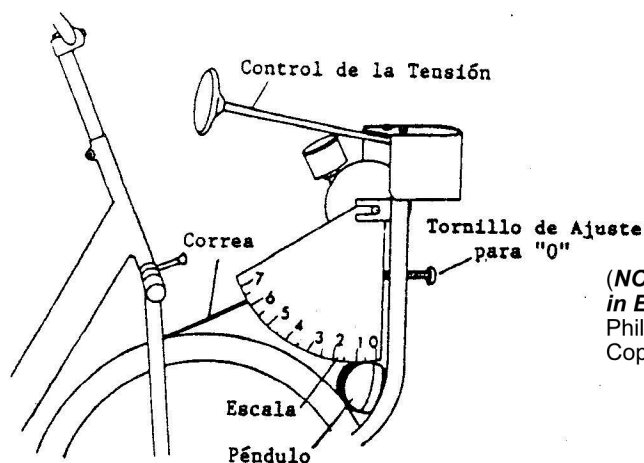

Figura 1
- a. Utilizando el tornillo de ajuste en frente del cicloergómetro, alínea la línea roja grabada sobre la pesa del péndulo con el indicador de la escala marcando "0" (véase Figura 1).